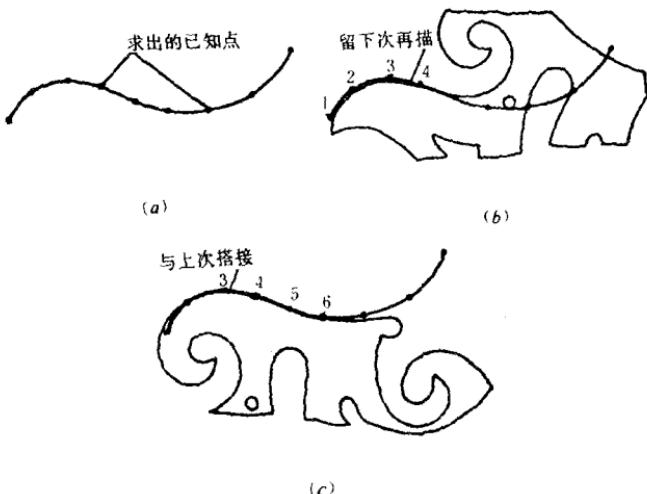

图 1-4 曲线板的用法
(4) 曲线板：是用来画非圆曲线或将曲线连接的专用工具。用法是先将非圆曲线上的点依次用铅笔轻轻地圆滑连好，再将曲线板与曲线能重合的一段，至少三点描绘下来。要一段压一段地连接，以保证曲线接头准确、匀滑。如图 1-4 所示。